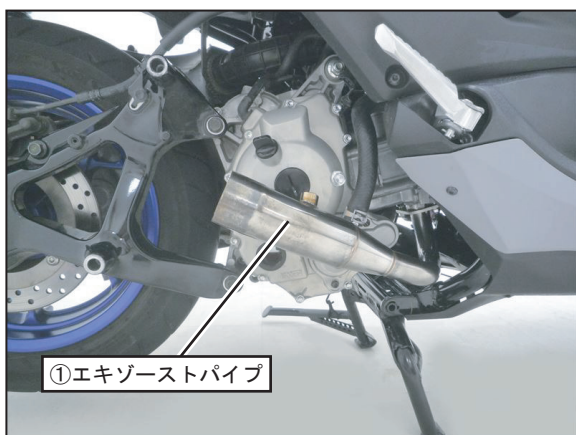

FIG. 2
4. 純正エキゾーストガasketを新品に交換し、①エキゾーストパイプをエンジンの排気ポート部に純正ナットを使用して仮締めして下さい。(FIG. 2, 3 参照)